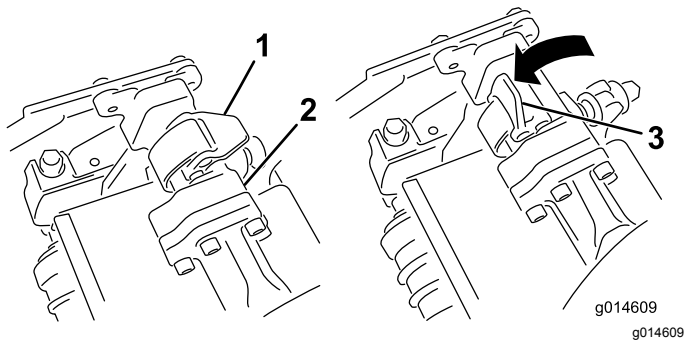
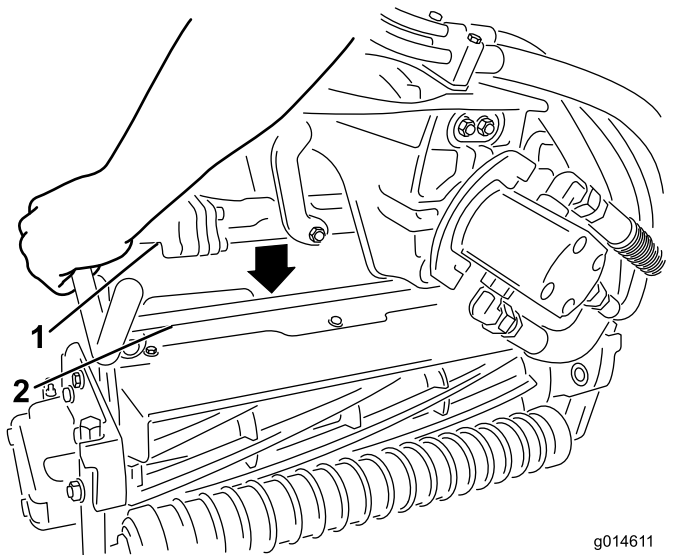

図 44
図 45
3. サスペンションアームのバーについているラッチを上向き開いた状態にして 図 44、サスペンションアームを押し下げて、バーを、カッティングユニットのバーの上に被せるようにする 図 45。
4. ラッチを下げて閉じるとカuttingユニットのバーがロックされてユニットがアームにセットされる 図 44。
4. 取り外したいCuttingユニットのサスペンションアームのバーについているラッチを開く(図 44)。